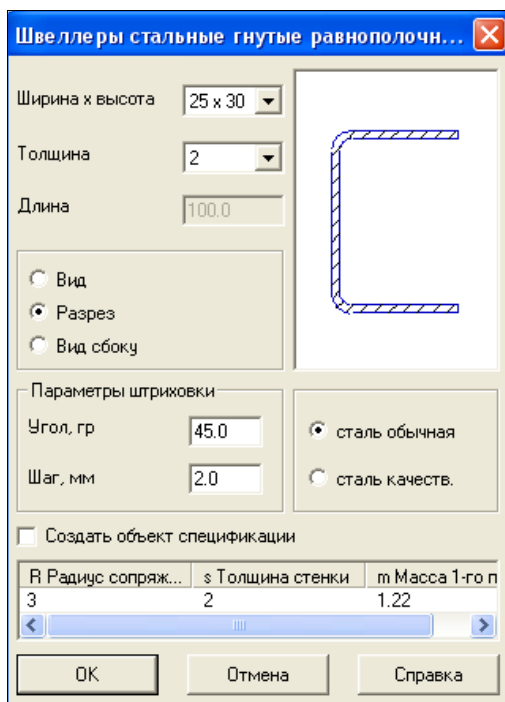

Рис. 26.36. Диалоговое окно Швеллеры стальные гнутые равнополочные
- ♦ в меню переведите курсор на кнопку **Швеллер ГОСТ 8278-83** и отпустите ЛК мыши. Появится диалоговое окно **Швеллеры стальные гнутые равнополочные** (рис. 26.36). В данном окне: